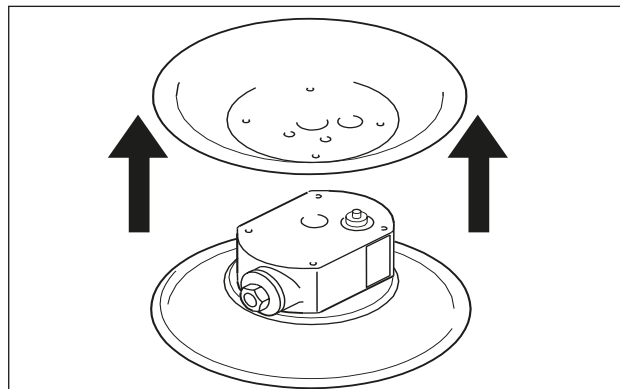

Fig. 13: Smontaggio delle camere d'aria
- Svitare le camere d'aria dal blocco centrale (solo per pompe in metallo, eccezione: pompe a diaframma DB, DH) (Fig. 13).